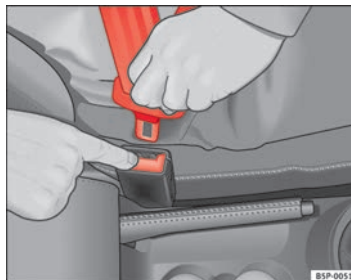

Fig. 16 Retrait du pêne du boîtier de verrouillage ►
- Appuyez sur la touche rouge intégrée au boîtier de verrouillage ⇒ fig. 16. Le pêne est alors libéré ⇒ ⚠.